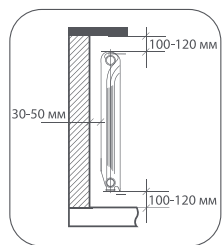

рис. 1
1. Для эффективной работы радиаторов необходимо соблюдать монтажные требования, указанные на рис. 1